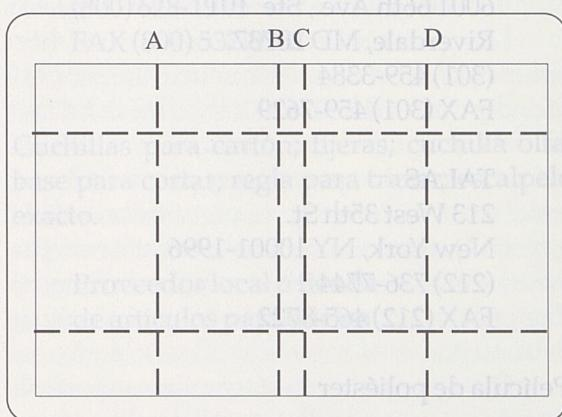

Ilustración 6
6. Usando una regla de trazar y la plegadera de hueso, marque el poliéster de un lado al otro conectando los surcos como se ilustra en la Ilustración 6. Las líneas punteadas representan las marcas efectuadas.